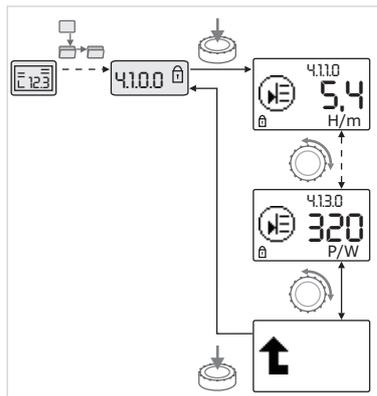

Fig. 39: Wywoływanie informacji
- Poprzez obracanie pokręćła wybierać elementy menu typu „Informacja” w aktualnych podmenu (patrz Fig. 39). Objaśnienia symboli odpowiadających poszczególnym ustawieniom – patrz tabela w rozdziale 8.7 „Przegląd elementów menu” na stronie 156.